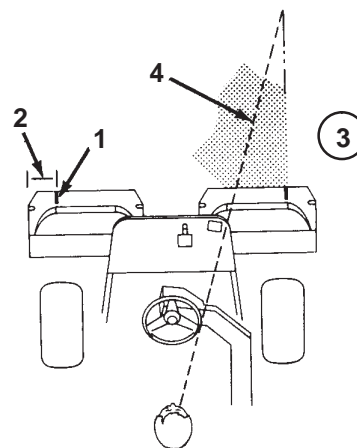

Figure 30
2. Placez une bande de papier blanc ou tracez un trait sur chaque panier parallèlement à son bord extérieur (Fig. 30).
3. Minimisez le chevauchement de la passe précédente lors de la passe de retour. Pour vous aider à conserver une ligne droite en travers du green et à maintenir la machine à égale distance du bord de la passe précédente, établissez une ligne de vision imaginaire à environ 1,8–3 m en avant de la machine jusqu'au bord de la partie non coupée du green (Fig. 30 et 31). Certains trouvent qu'il est utile de faire passer la ligne de vision par le bord extérieur du volant, c.-à-d. de maintenir le bord du volant aligné avec un point qui est toujours éloigné de la même distance par rapport à l'avant de la machine (Fig. 30 et 31).